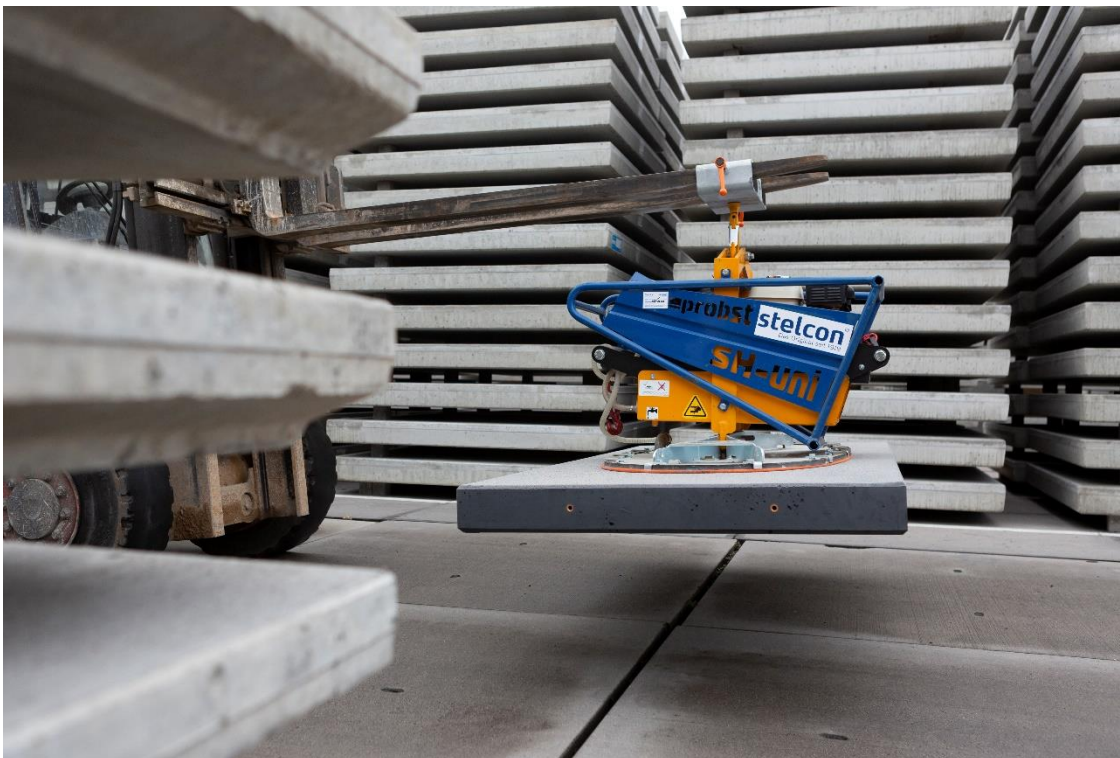

Bild 2: Verlegung mit Vakuumhebergerät
- 3.2 Als Verlegegerät eignen sich Hubstapler und Radlader, die mit einem geeigneten Vakuumhebergerät ausgestattet sind. Achten Sie bei der Wahl des Vakuumhebergerätes auf eine ausreichende Hebekraft und eine geeignete Größe des Saugtellers (siehe Bild 2+3)